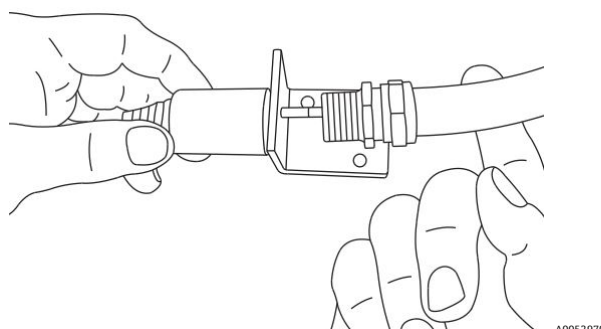

Abbildung 11. Die Sauerstoffsonde durch die Öffnung in der Halterung führen und die Manschette verbinden
6. Manschette wieder auf der Sondenspitze anbringen und gegen die Halterung festziehen. Handfest anziehen. Siehe Abbildung 11.